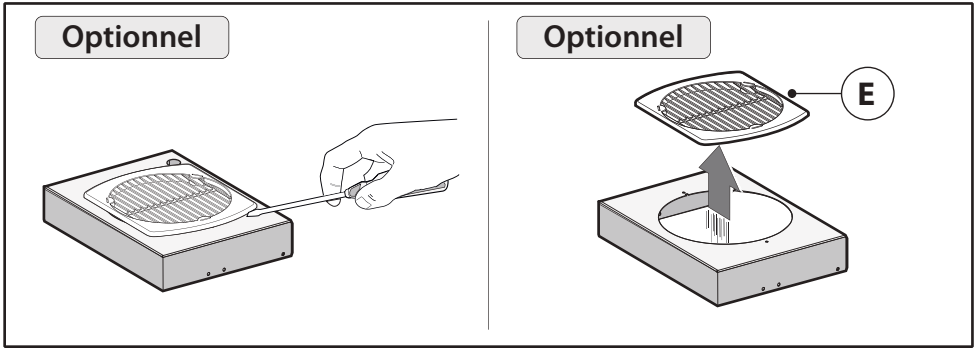

Fig.5
- Vous devez commander la pièce **M** (optionnel) à votre revendeur (Fig.5).
- Décrocher le boîtier **M** et enlever la grille **E** (Fig. 5).